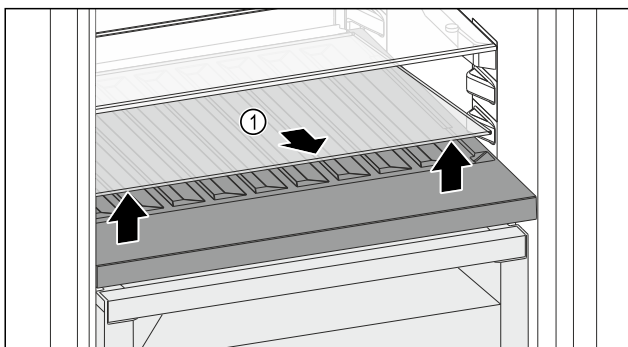

Fig. 78
- ▶ Ridicați în față și extrageți placa de sticlă Fig. 78 (1) din degajare.
- ▶ Păstrați placa de sticlă Fig. 78 (1) în siguranță în afara aparatului.